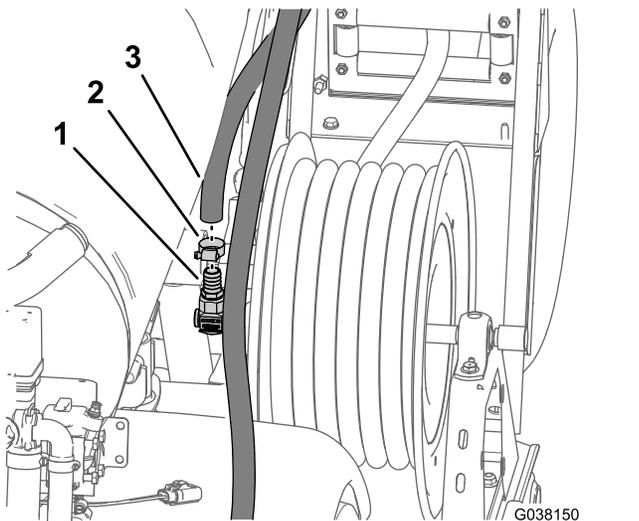

図 98
6. 給液ホースを、ホースリールのバブ付きストレートフィッティングに固定する 図 98 ホースクランプ1332mmを使用する。